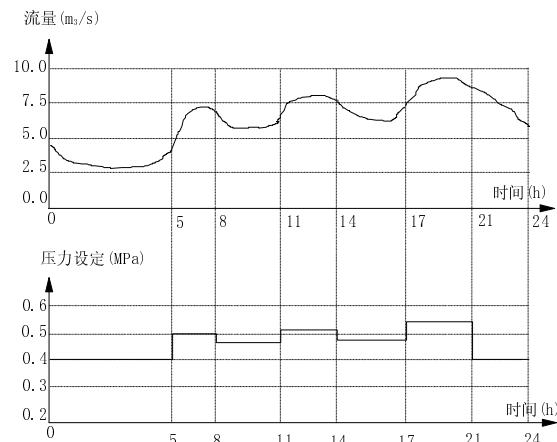

图6-15 6个时间段压力控制
4、为了适应生活供水中的压力/流量波动特性，如通常白天的3个用水高峰期流量波动，以及其他一些特殊应用，系统提供了最多6段的定时压力给定控制以满足使用，可以起到节水和节能的作用。一天的流量波动和多段压力控制如图6-15所示。